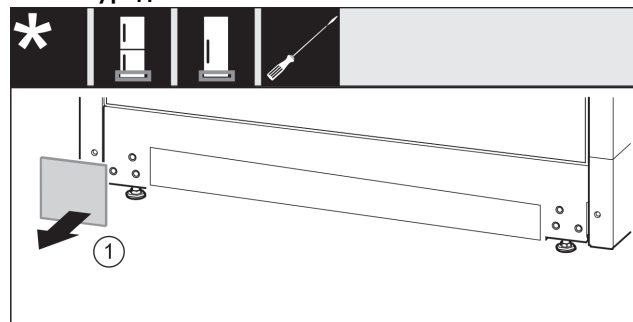

Fig. 15
- ▶ Свалете капака. Fig. 15 (1)